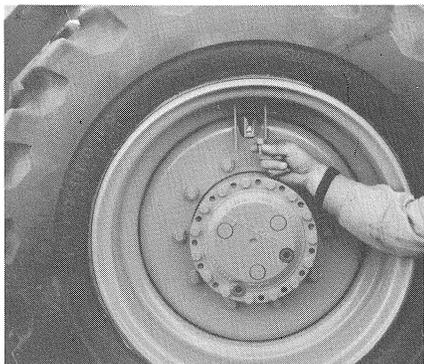
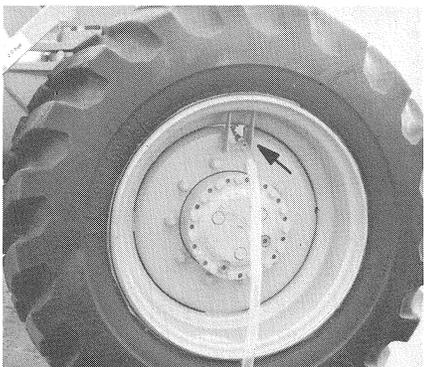

Bild 57
Bild 58
- (1) Rad abbauen.
- (2) Reifen so drehen, daß sich das Ventil in oberster Stellung befindet.
- (3) Ventileinsatz herausdrehen und Verbindungsmutter eindrehen (Bild 57).
- (4) Reifenfüllventil auf die Verbindungsmutter schrauben.
- (5) Lösung von einem höher liegenden Behälter einlaufen lassen.
- (6) Von Zeit zu Zeit Entlüftungsknopf am Reifenfüllventil betätigen (Bild 58/Pfeil).
- (7) Reifenfüllventil abschrauben. Ventileinsatz eindrehen und Reifen mit 2 bar Luftdruck aufpumpen.
- (8) Füllung überprüfen: